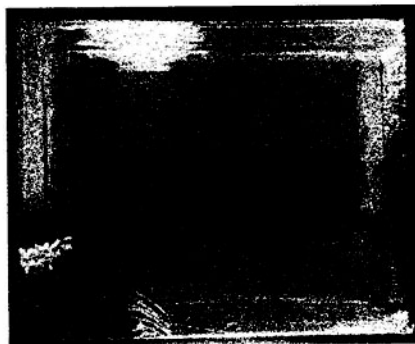
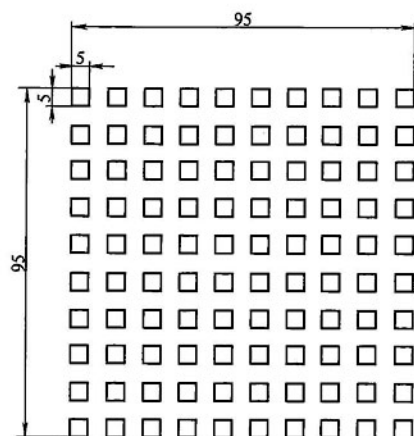
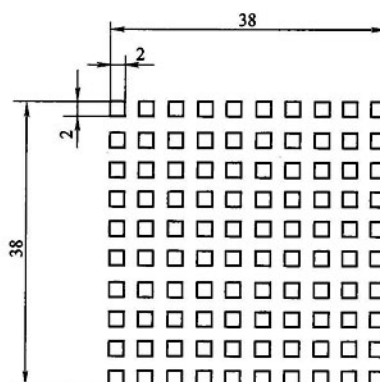

图 4 标定板示意图
图5 大方形孔尺寸示意图
图6 小方形孔尺寸示意图
- a) 标定板为厚 0.2 mm、长宽不限的铝合金板。标定板上设有 $2\text{ mm} \pm 0.01\text{ mm}$ 方形孔，如图 4 所示。其中，大方形孔尺寸要求如图 5 所示，小方形孔尺寸要求如图 6 所示。